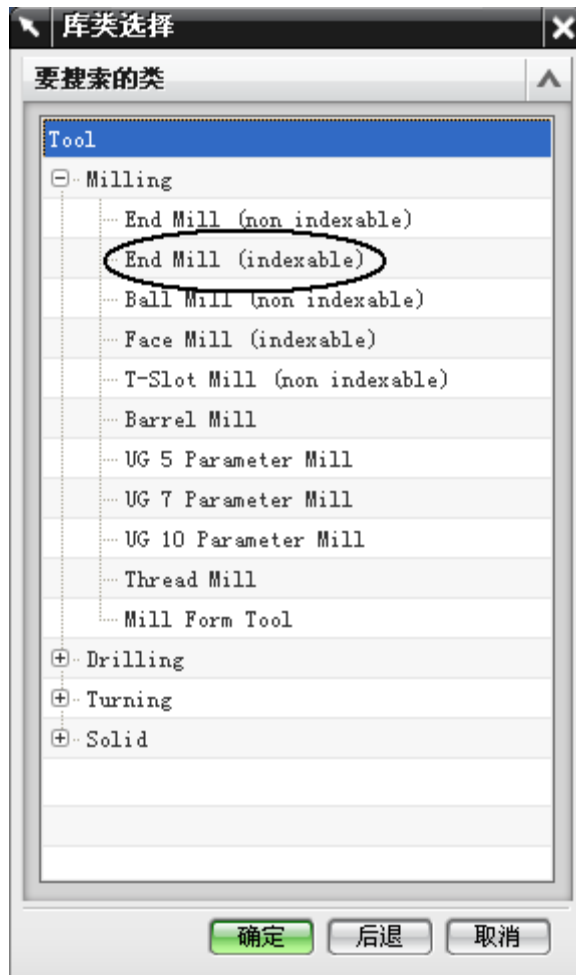
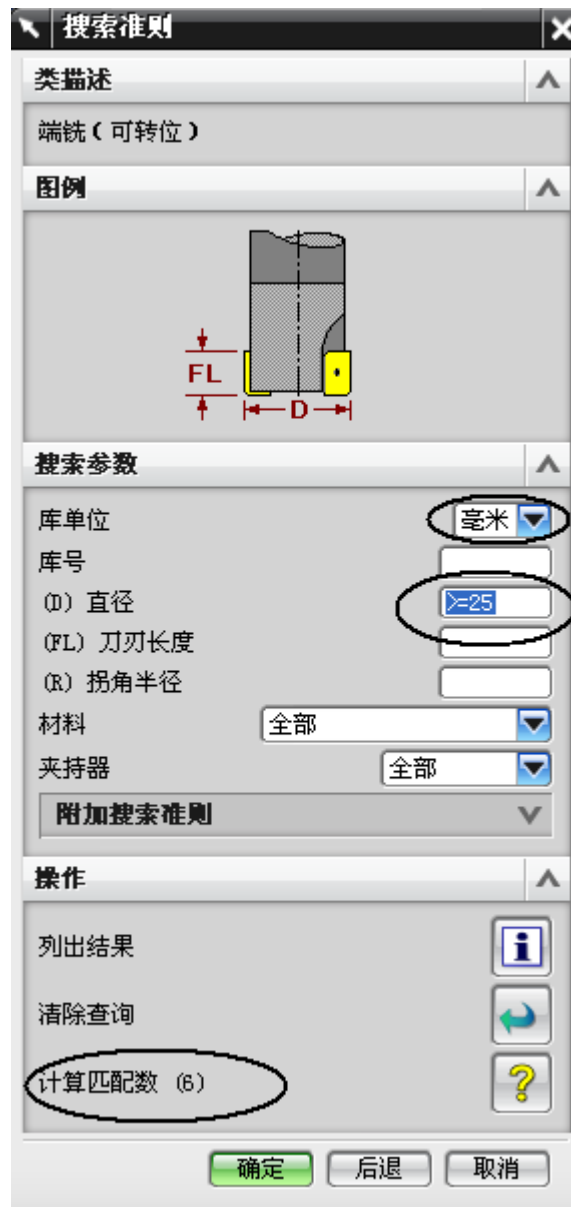
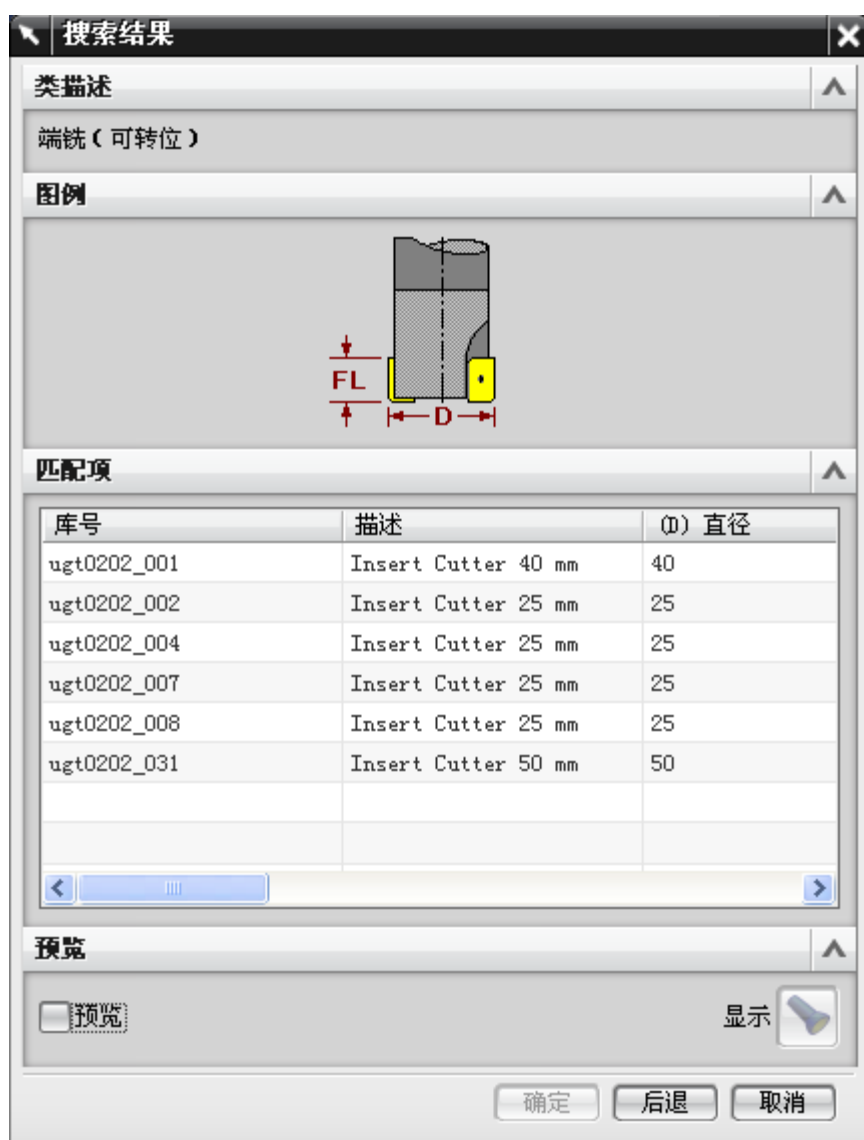

图 3-17
图 3-18
图 3-19
- 在图 3-16 中, 单击 OK, 打开如图 3-17 所示的刀具分类对话框, 选择 End Mill (non indexable)。
- 在图 3-17 中，单击 OK 打开如图 3-18 所示的搜索条件对话框，设置查找条件，如直径小于等于 ($\leq$) 或等于 ($=$)，而图中则为直径等于大于 25，单击 ，显示符合条件的刀具数量。
- 在图 3-18 中，单击 OK，显示符合查找条件的刀具，如图 3-19 所示。
- 在图 3-19 中，选择一把刀具，单击 OK，从刀库中提取这把刀具。